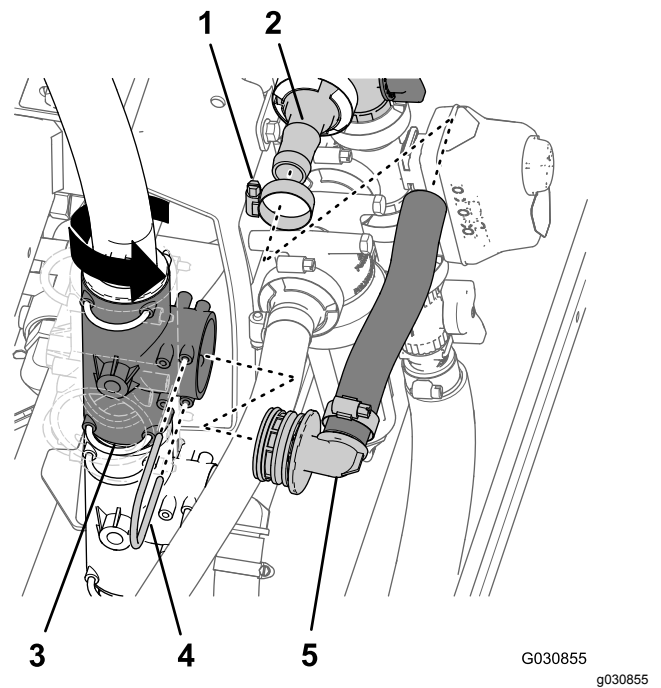

Figura 105
4. Gire el acoplamiento en T superior a la izquierda del soporte del distribuidor 90° en sentido contrario a las agujas del reloj, tal y como se muestra en Figura 105.
5. Conecte la manguera de desvío de agitación (1 x 10") al acoplamiento dentado recto de la válvula de desvío de agitación (Figura 105).
6. Monte el cubo del acoplamiento dentado de 90° en el extremo de la manguera de desvío de agitación (1 x 10") en el acoplamiento en T superior a la izquierda del soporte del distribuidor (Figura 105) con la horquilla de retención que retiró en el paso 4 de Retirada de la válvula de agitación, de la válvula de bola y de las mangueras (página 33).